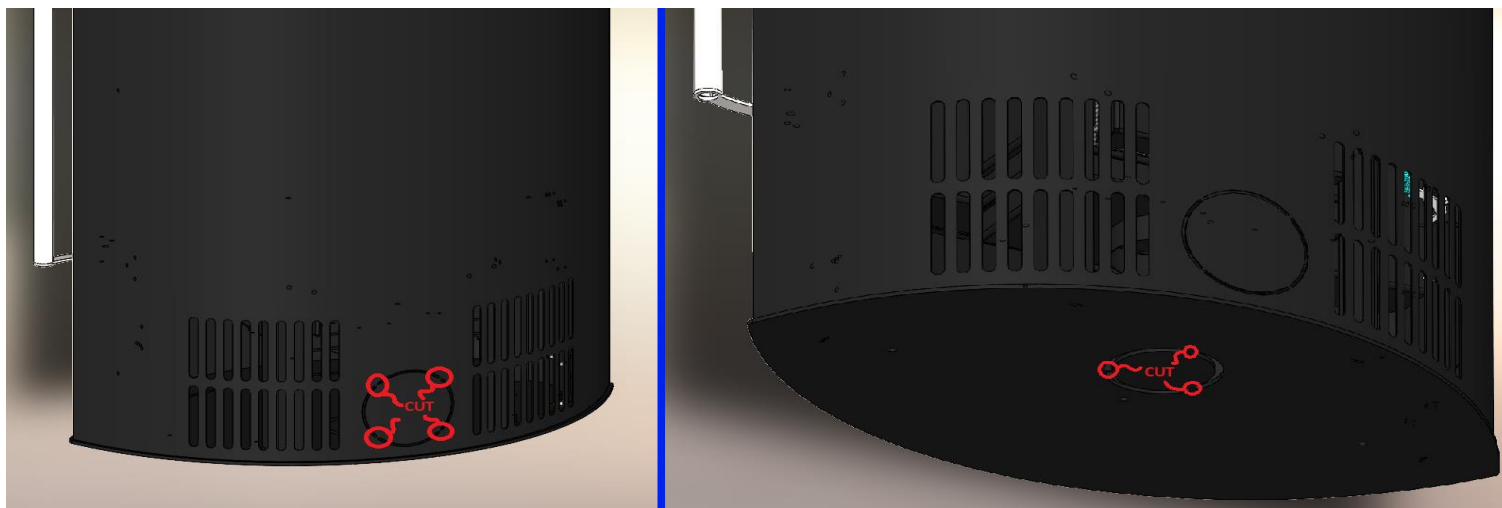

Figure 3 : Découpe des micro-joints pour l'arrivée d'air extérieur à l'arrière / au sol
4. Figure 3 : Découpe des micro-joints pour l'arrivée d'air extérieur à l'arrière / au sol	Page 6
Le poêle à bois offre la possibilité de raccorder une arrivée d'air extérieure. Pour cela, un tuyau en aluminium flexible d'un diamètre intérieur de Ø150 et une collerette correspondante sont nécessaires. L'arrivée d'air extérieure est recommandée lorsque le poêle fonctionne dans des conditions défavorables (Tableau 3) et pour améliorer l'efficacité (pour un fonctionnement correct du poêle, un apport d'air est nécessaire. Si l'air ambiant est utilisé, la fenêtre doit être ouverte plus fréquemment). Le schéma de raccordement à l'arrivée d'air extérieure est présenté aux Figures 3 et 4. Le raccordement peut se faire par le sol de la pièce ou par le mur.